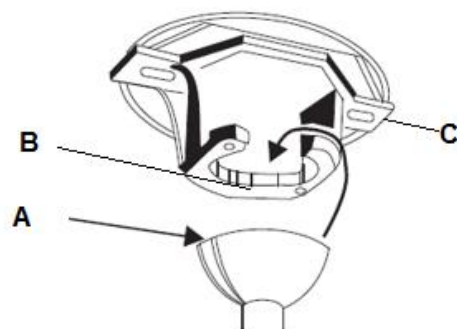

Fig. 6
Soulevez le ventilateur pour le placer sur le support de montage. Assurez-vous que l'encoche clé (A) de la rotule de la suspension est positionnée sur la goupille clé (B) du support de montage (C) pour empêcher le ventilateur de tourner lorsqu'il fonctionne. (Fig. 6)
- Accrochez le ventilateur (voir « Suspension du ventilateur » Fig. 6, page 6).